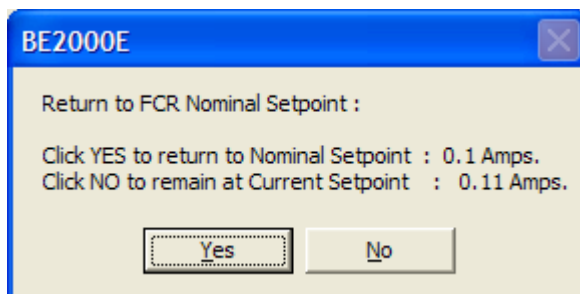

图 5-15. 回到 FCR 标称设定值的消息框
**区域电流阶跃响应 - FCR 设定值 (A) 的步长。**这两个区域表示点击了相应的步长按钮时，FCR 设定值的增加。“% increase”区域用于设定、表示点击了步长按钮时，FCR 设定值增加的百分数。“FCR Setpoint =”区域表示与“% increase”区域相应的电流值。也可在“FCR Setpoint =”区域内键入在范围内的、大于设定值的任何设定值，该区域同时更新“% increase”区域。点击相邻的按钮时，FCR 设定值修改为该值。点击时，步长按钮由灰色变成红色，表示 FCR 设定值已增至“FCR Setpoint =”区域内的值。
**区域电流阶跃响应 - FCR 设定值 (A) 的减量。**这两个区域表示点击了相应的减量按钮时，FCR 设定值的变化。“% decrease”区域用于设定、表示点击了减量按钮时，FCR 设定值减少的百分数。“FCR Setpoint =”区域表示与“% decrease”区域相应的电流值。也可在“FCR Setpoint =”区域内键入在范围内的、小于设定值的任何设定值，该区域同时更新“% decrease”区域。点击相邻的按钮时，FCR 设定值修改为该值。点击时，减量按钮由灰色变成红色，表示 FCR 设定值已减至“FCR Setpoint =”区域内的值。
当前用以上任何方法在装置中设置的设定值显示在当前设定值文本框中。应按下“FCR Setpoint (A) (Nominal)”旁边的按钮，回到标称设置。如果只剩下 FCR“Analysis”画面，而未回到标称设定值，那么就会显示一个消息框（图 5-15），让用户按“YES”回到标称设定值或按“NO”保持当前的设定值。